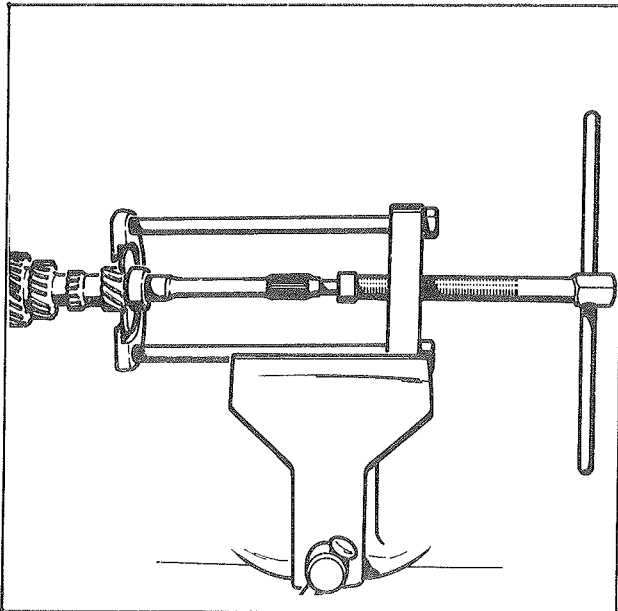

Fig. 12
- Immerger l'extrémité de l'arbre primaire avec la cage intérieure du roulement dans de l'eau bouillante pendant 15 secondes environ puis extraire la cage à l'aide d'un chasse-goupille. Si cette cage a un ajustement trop serré sur l'arbre la décoller de 6 mm environ puis terminer l'extraction avec l'extracteur réf. PD 15525 F. + fourche adaptable réf. PD 20895 L (fig. 12).